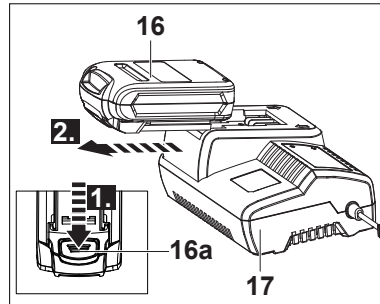

Fig. 7
3. Una vez completada la carga (normalmente, al cabo de 1 hora; consulte la sección referente a los "Testigos" incluida a continuación para comprobar el estado de carga), desenchufe el cargador (17) de la red eléctrica.
4. Presione el botón de liberación (16a) y retire el acumulador (16) del cargador (17) (Fig. 7).